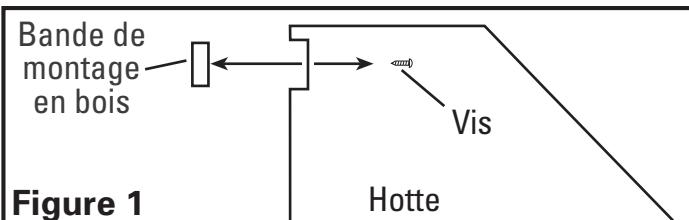

Figure 1
- Enlevez la bande de montage en bois fixée au dos de la hotte et placez la dans un endroit sécuritaire. Vous aurez besoin de cette bande plus tard (**Figure 1**).